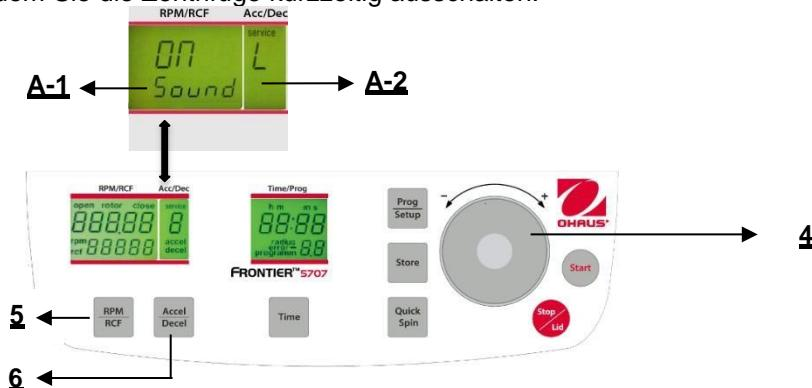

Abbildung. 29
Fahren Sie fort wie unter Punkt 4.1.2 beschrieben, um in den Programmmodus einzutreten und drücken Sie dann die Taste "Accel/Decel"(6). Auf der Anzeige blinkt "Acc/Dec" (A-2) das Wort "Service". Wählen Sie nun den Buchstaben "L" mit Hilfe des Anpassungs Wähl scheibe (4). Als Ergebnis erscheinen die Worte "On Sound" auf der Anzeige "RPM/RCF" (A-1). Wenn Sie die Taste "RPM/RCF" (5) nun drücken, blinkt das Wort "On" und Sie können den Ton mit dem Anpassungs Wähl scheibe (4) umschalten (siehe Abbildung 29).